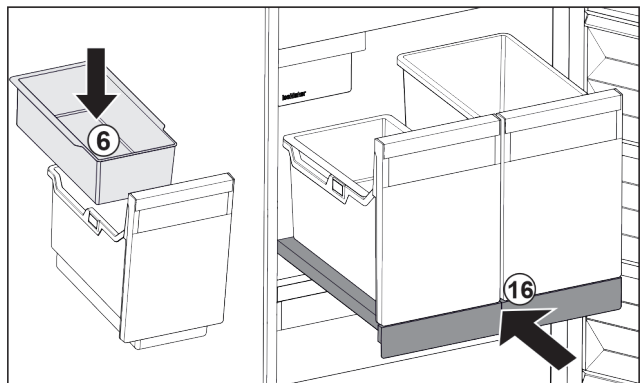

Fig. 30
- ▶ Installer le balconnet Fig. 30 (6) pour glaçons.
- ▶ Rentrer le compartiment coulissant avec le bac (IceTower). *Fig. 30 (16)*